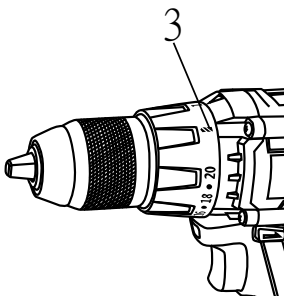

Рис.5
Сверление обозначено значком (3)  на вращающемся кольце (Рис. 5).